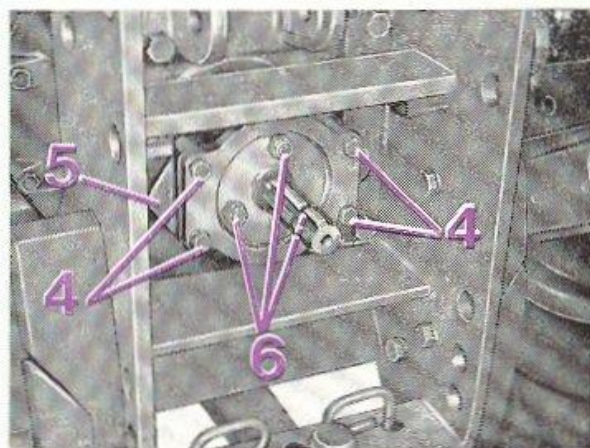
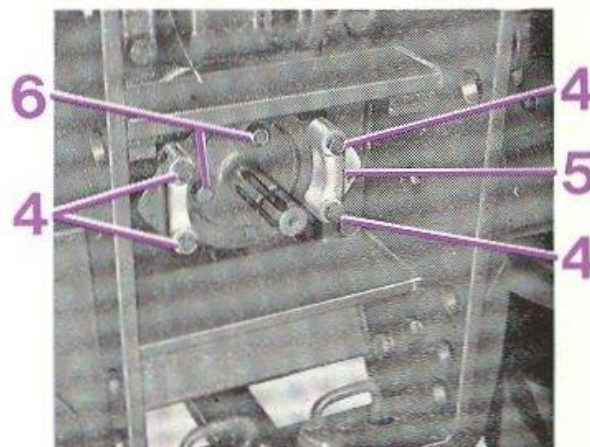

FIG. 24
FIG. 25
entraînement de la prise de mouvement 540 tr/mn à 1.800 tr/mn du moteur (arbre de prise de force tiré (fig. 24) ou bien, 1.000 tr/mn à 1.926 tr/mn du moteur (arbre de prise de force poussé fig. 25).
Pour passer de position 1.000 tr/mn (fig. 25) en position 540 tr/mn (fig. 24), dévisser les quatre vis de maintien (4) des plaquettes (5) ; sortir ces plaquettes et tirer l'arbre de P.D.F. (fig. 25) ; remettre ensuite les plaquettes de maintien avec leurs vis de fixation (4).
Inversement, pour passer de position 540 tr/mn en position 1000 tr/mn, repousser l'arbre de P.d.F. Remettre ensuite en place les plaquettes et leurs vis de fixation (fig. 25).